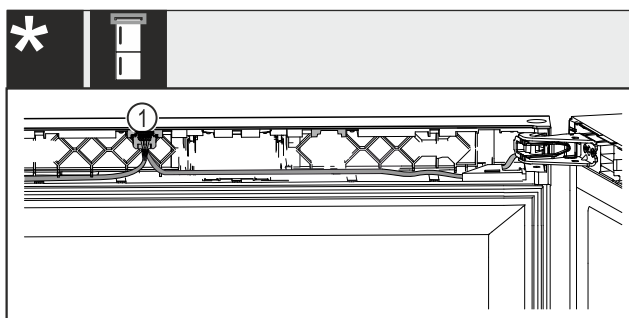

Fig. 55 Комбинации из холодильника для вина и морозильника*
- ▶ Зафиксируйте штекер Fig. 55 (1) в направляющей.*